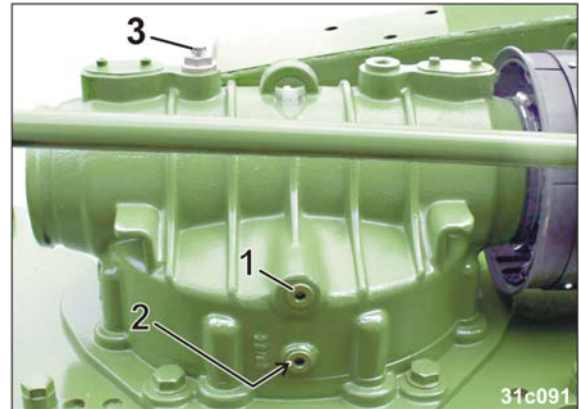

Fig. 96
2. Skru oliekontrolskruen (Fig. 96/1) ud.
2. Skru olieaftapningshanen (Fig. 96/2) ud.
5. Skru udluftningsskruen (Fig. 96/3) ud.
- Kontroller, at udluftningsskruen (Fig. 96/3) sidder korrekt.